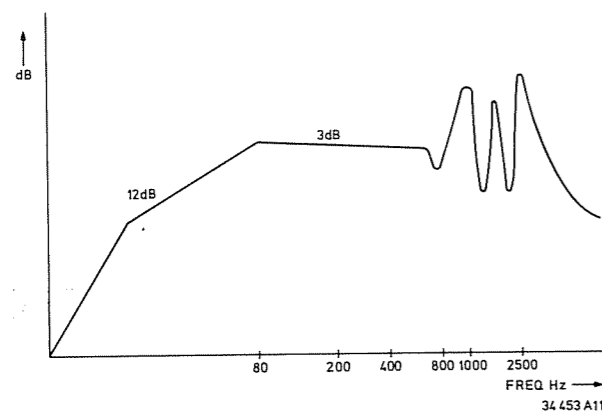

Fig. 1
- 3) Von > 800 Hz an ein unruhiges Verhalten zeigt, infolge des Aufbruchs des Konus (1000 Hz) und Resonanzen des Konus und des Aufnahmeelements (2800 Hz). Siehe Bild 1.